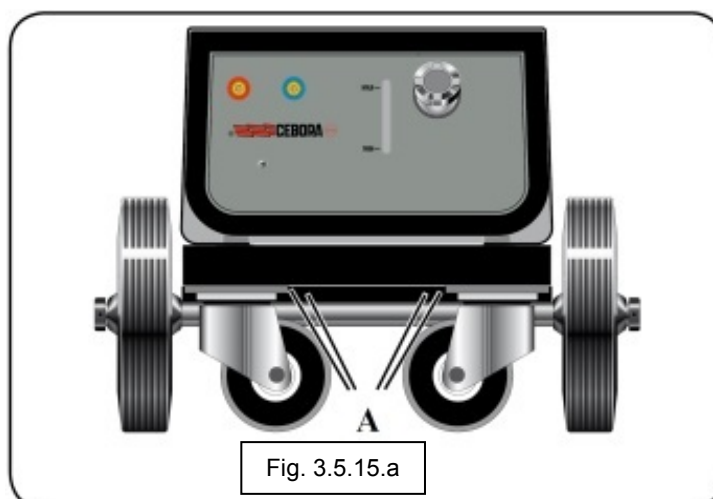

Fig. 3.5.15.a
All'accensione del generatore, la scheda micro (37) verifica se il gruppo di raffreddamento è collegato, tramite il segnale fornito dal ponticello sui terminali 1 e 2 del connettore (9) sul gruppo di raffreddamento (Fig. 3.5.15.C)). Con il connettore (9) scollegato, oppure con il ponticello aperto, il gruppo di raffreddamento è disabilitato e la selezione del gruppo di raffreddamento da pannello di controllo non è possibile. Nel processo MMA, il funzionamento del gruppo di raffreddamento è mantenuto disabilitato.
ACCESSIBILITÀ GRUPPO DI RAFFREDDAMENTO (Fig. 3.5.15.a)
TEST ALIMENTAZIONE GRUPPO DI RAFFREDDAMENTO (Fig. 3.5.15.b).
- Scheda precarica (39), connettore J4, terminali 4 – 6 = 230Vac, con generatore alimentato e gruppo di raffreddamento abilitato da pannello di controllo.
TEST AUTOTRASFORMATORE (38) (Fig. 3.5.15.b)
- Autotrasformatore (38), terminali 0 - 400V = 10 ohm circa; terminali 0 - 230V = 6 ohm, circa (resistenza dell'avvolgimento senza fili collegati alla morsettiera).
TEST GRUPPO DI RAFFREDDAMENTO COLLEGATO (Fig. 3.5.15.b e 3.5.15c)